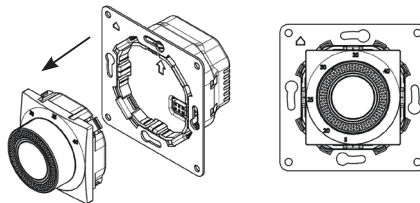

Abb. 4b / Fig. 4b / fig. 4b
2. Entfernen Sie die Abdeckung (Abbildung 4b).
2. Remove the cover (Figure 4b).
2. Enlevez le couvercle (figure 4b).